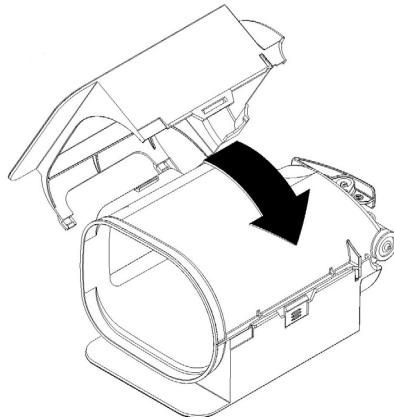

Bild 12
- 2** Den linken Teil der Abdeckung anbringen, dabei darauf achten, dass die hervorgehobene Steckverbindung übereinstimmt. Nun die beiden Teile schließen, indem man sie einrasten lässt (Bild 12).